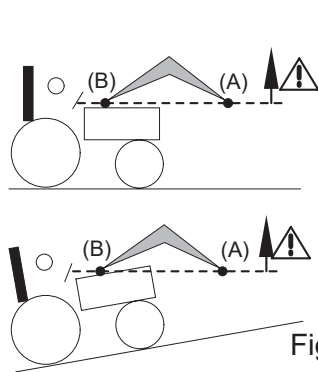

Fig. 2
- Durante la operación de elevación y durante el desplazamiento, no aparte la vista de la carga a partir del momento en que el punto de pivote del implemento (A) sobrepase la horizontal del punto de pivote de la pala cargadora (B) (consulte la fig. 2). Si es necesario, corrija la posición del implemento para que la carga no se dirija nunca hacia el conductor (consulte la fig. 3).
⚠ PELIGRO: Si la carga no está correctamente asegurada, el operario corre el peligro de que la carga se caiga cuando el punto de pivote del implemento (A) sobrepase la horizontal del punto de pivote de la pala cargadora (B) (consulte la fig. 2).
⚠ PELIGRO: Queda prohibido hundir la pala cargadora cuando el punto de pivote del implemento (A) sobrepase la horizontal del punto de pivote de la pala cargadora (B) (consulte la fig. 2).